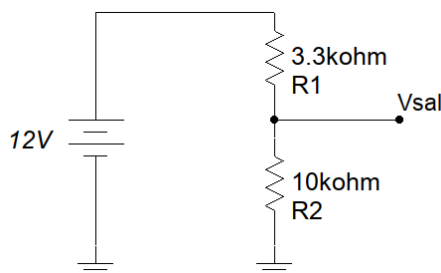

Figura 1: Circuito resistivo DC.
4. Mediciones en corriente continua (DC)
- Armar el circuito de la Figura 1.